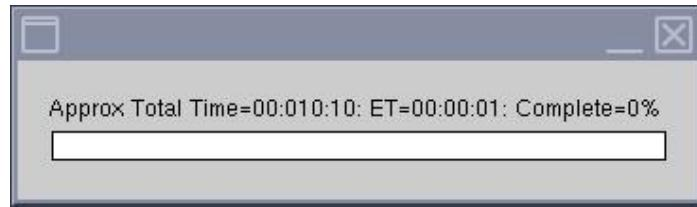

图 5
**注意:** MCQA 工具 GUI 的状态窗口将不断更新, 以便提供在任何时间点该工具执行状况的信息。将显示一个时间栏(图 5), 显示大致的总测试时间, 已用时间和完成百分比。